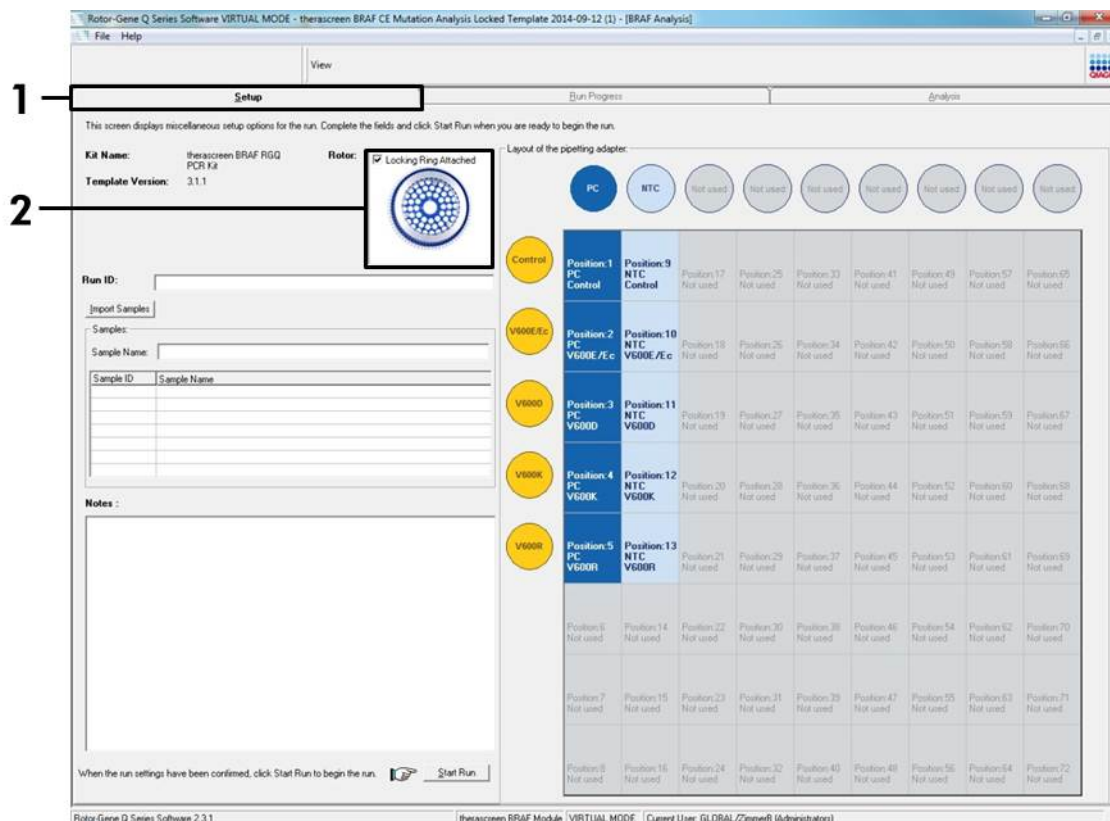

Abbildung 13. Registerkarte „Setup“ (Konfiguration) (1) mit dem Kontrollkästchen „Locking Ring Attached“ (Schließring angebracht) (2)
10. Standardmäßig wird die Registerkarte „Setup“ (Konfiguration) angezeigt (siehe Abbildung 13). Vergewissern Sie sich, dass der Schließring richtig angebracht ist, und aktivieren Sie das Kontrollkästchen „Locking Ring Attached“ (Schließring angebracht). Schließen Sie den Deckel des Rotor-Gene Q Instruments.